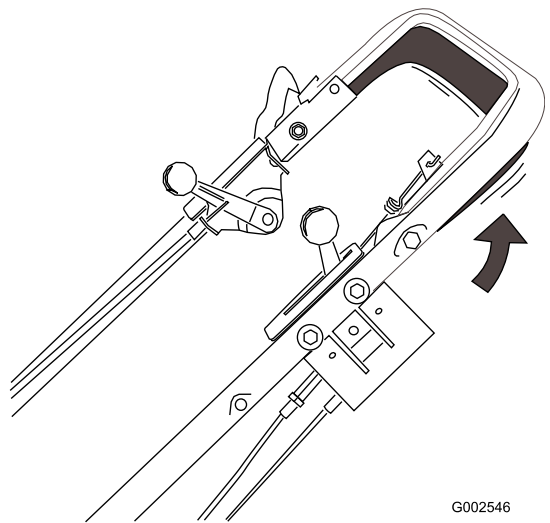

Figure 15
3. Serrez la barre de commande de déplacement contre le guidon (Figure 15).